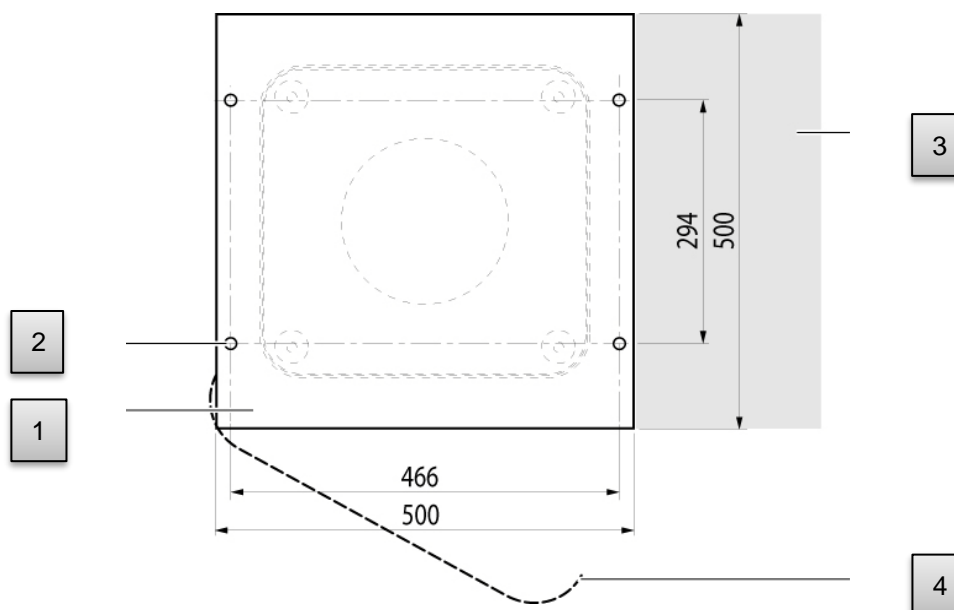

Figura 4 Maschera di foratura.
Il nefoipsometro CHM 15k necessita di una superficie di appoggio di 50 x 50 cm. Deve essere posizionato e montato in modo stabile e saldo su una base di appoggio in cemento di dimensioni sufficienti. L'inclinazione della superficie di appoggio non deve essere superiore a 5 mm/m. Prima di installare il nefoipsometro CHM 15k è necessario eseguire dei fori nella base in cemento seguendo la maschera per foratura (vedere la Figura 4) e inserirvi dei tasselli ( $\varnothing$  12 mm, 4 tasselli sono inclusi nella fornitura). Quando si esegue l'operazione, fare attenzione alla direzione di apertura dello sportello esterno per l'allacciamento elettrico alla scatola di raccordo dell'operatore.
- Fare attenzione alla posizione dello sportello esterno relativamente alla scatola elettrica di raccordo dell'operatore (vedere la Figura 4).